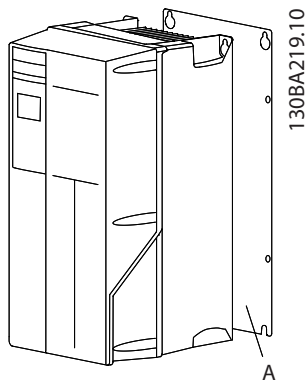
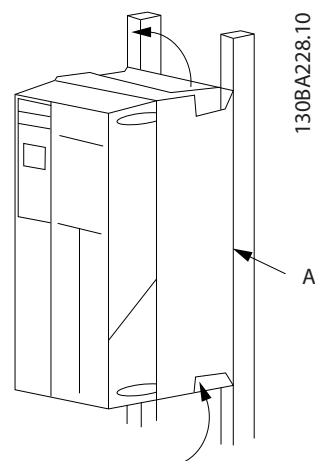

図 2.2 背板への適切な取り付け
図 2.3 レールで適切な取り付け
- ユニットの安定した平面または背板に取り付け、冷却 airflow を維持します（図 2.2および図 2.3を参照してください）。